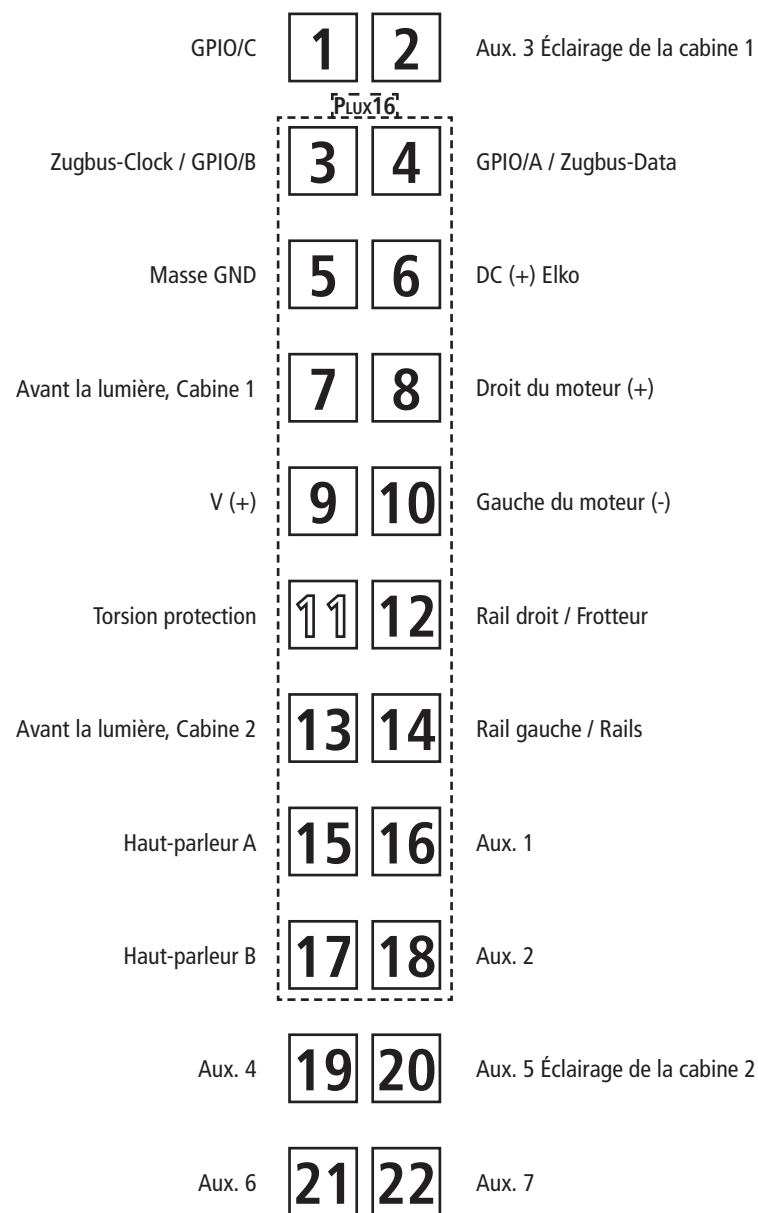

Fig. 6
4. Kohlebürstenwechsel: Lokgehäuse abnehmen (Fig. 3c). Danach wird der Motor ausgebaut und die Kohlebürsten ausgewechselt (Fig. 6).
4. Carbon Brush Changing: First remove loco body (fig. 3c), and then the motor (fig. 6).
1. Nettoyage des lames de courant aux roues: Les lames de contacts risquent de s'encrasser rapidement sur des voies poussiéreuses. Veuillez **enlever la poussière** aux endroits marqués à la fig. 6 à l'aide d'un petit pinceau souple.